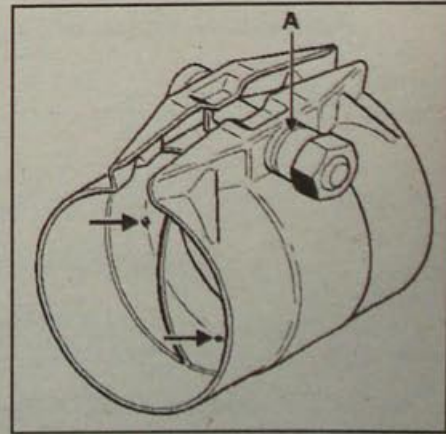

Рис. 3.79. Ремонтный патрубок системы выпуска отработавших газов: А — канавка, определяющая момент затяжки гайки
- Гайка хомута имеет канавку (А, рис. 3.79), чтобы обозначать правильный момент затяжки. Когда при затяжке канавка исчезает, она издает характерный щелчок, это означает, что гайка затянута моментом 25 Н•м.